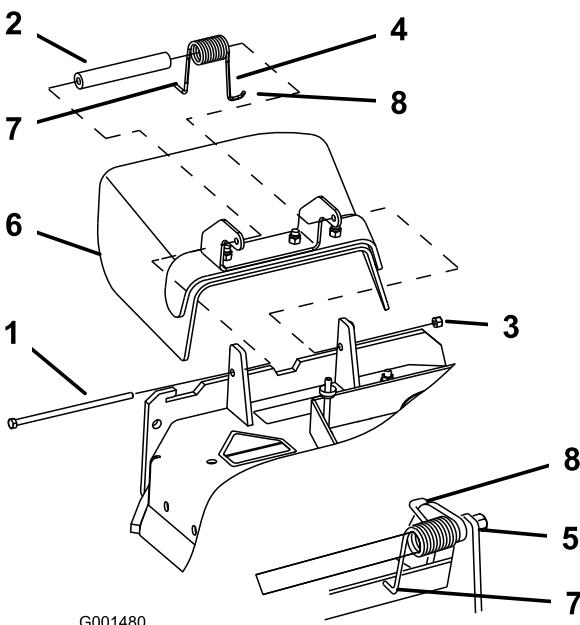

Figure 52
1. Retirez le contre-écrou, le boulon, le ressort et l'entretoise qui fixent le déflecteur aux supports de pivot (Figure 52). Enlevez le déflecteur s'il est endommagé ou usé.
Remarque: Prenez soin de placer l'extrémité en L du ressort derrière le bord du plateau avant de mettre le boulon en place, comme indiqué à la Figure 52.
- Remettez le boulon et l'écrou. Accrochez l'extrémité en J du ressort au déflecteur d'herbe (Figure 52).